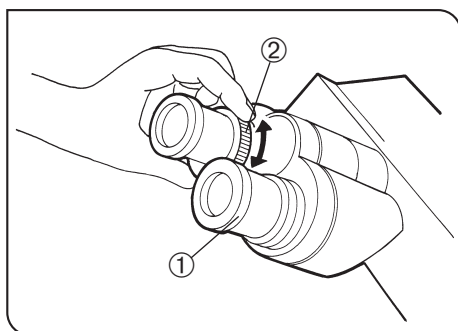

Рис. 42
6 Пользование окулярами с встроенным микрометром (Рис. 42)
1. Глядя в правый окуляр правым глазом, вращением верхней части окуляра ① добейтесь, чтобы микрометр в поле зрения был виден наиболее отчетливо (рис. 42).
3. Глядя в левый окуляр левым глазом, вращением кольца диоптрической коррекции ② наведите фокус на образец.